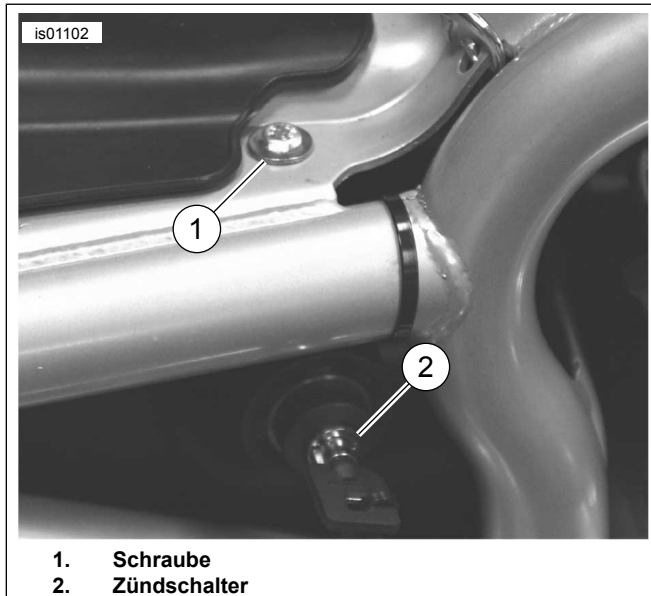

Abbildung 6. Masseanschluss (V-Rod-Modelle bis 2006)
1. Siehe Abbildung 6 . Die Schraube (1, unter dem Sitz) ausbauen, mit der der Zündschalter (2) an der rechten Seite des Rahmens befestigt ist.